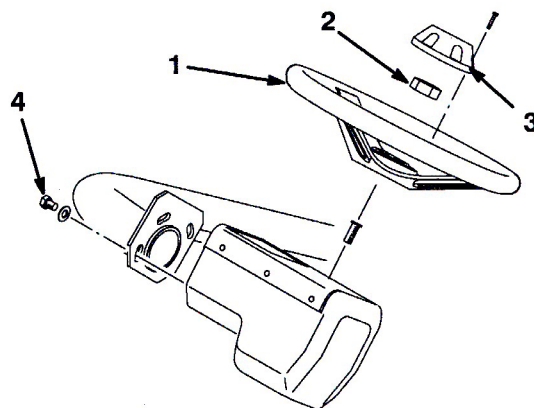

図 8
1. ハンドルをシャフトにはめ込み、ジャムナットで固定する（図8）。ナットを 43 N.m（4.4 kg.m）にトルク締めする。
2. ハンドルにキャップをはめ込み、ネジで固定する（図8）。
注：オペレータの体格や好みに合わせてハンドルの位置を調整することができます；3本の取り付けネジをはずし、適当な高さにハンドルを調整してネジを元通りに締めてください（図8）。